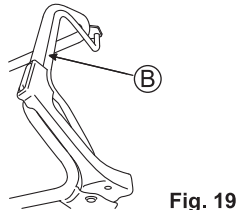

Fig. 19
4. Poussez le levier d'embrayage (B) vers l'avant pour commencer à tondre. (Voir Fig. 19)